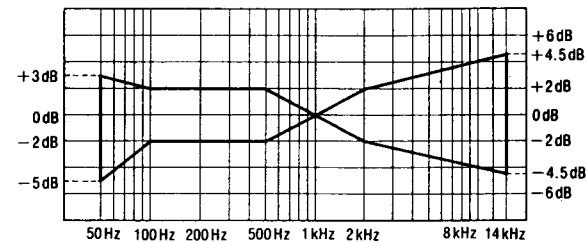

Fig. 9
6. Après cela, amplifier le signal enregistré sur la bande vierge CrO₂ (QZZCRX) et la bande vierge métallisée (QZZCRZ) jusqu'à 14kHz et régler de la même manière que celle mentionnée ci-dessus. Puis, vérifier que le niveau de fréquence soit en deçà de la plage montrée à la Fig. 9.